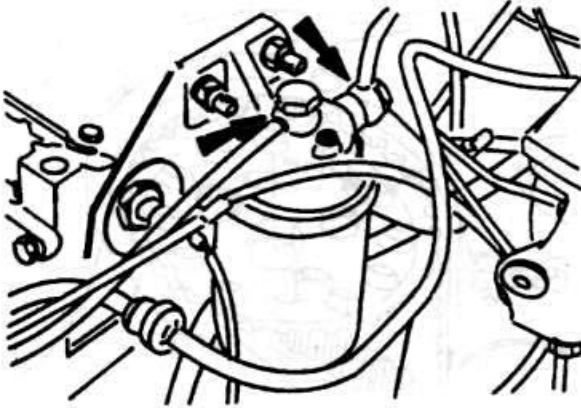

Рис. 2.163
- ♦ Отсоедините от фильтра оба топливопровода (рис. 2.163).